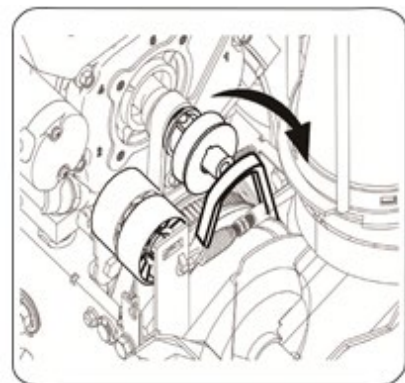

Bild 23
3. Rulla av remmen från motorns remskydd. Se bild 23.